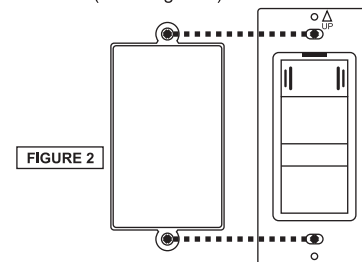

FIGURE 2
2. Entrez les fils dans la boîte de jonction et fixez le dispositif DewStop dans la boîte en utilisant les deux vis fournies (voir la figure 2).